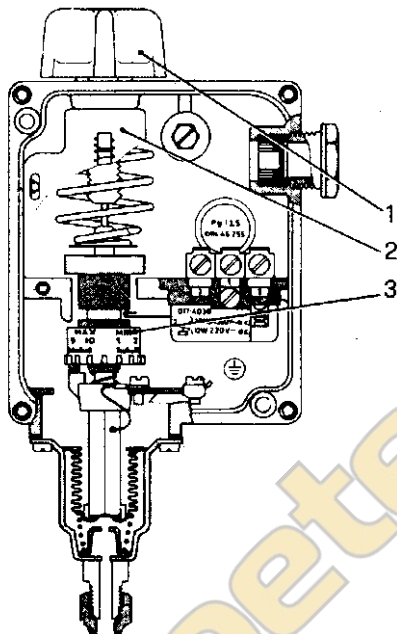
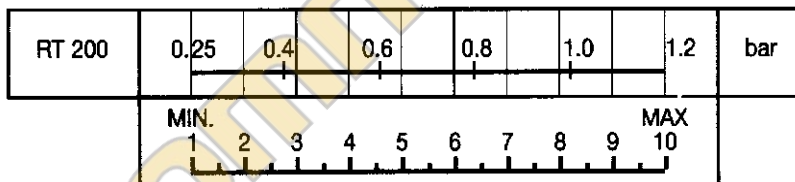

Рис. 4
Рис. 5
#### 2.1.2 Рабочее реле давления (Рис. 4)
Этот прибор контролирует давление генератора и поддерживает его между фиксированными максимальными и минимальными значениями. Далее приводятся инструкции по калибровке модели DANFOSS RT 200 с диапазоном 2-6 бар (см. Рис. 5). В случае применения других моделей реле давления необходимо проконсультироваться со специальной документацией, идущей вместе с реле давлениями.
**Калибровка реле давления (Рис. 4):**
- а) Вращайте ручку регулятора (1) до тех пор, пока указатель шкалы (2) не достигнет значения давления, с которого начнет работать горелка;
- б) Снимите крышку реле давления и поставьте барабан (3) на выбранном значении для дифференциала (горелка остановлена) на основе диаграммы на Рис. 5; дифференциал достигает значения, указанного в пункте а).
Для этих генераторов используется модель DANFOSS RT 200, шкала калибровки 0,2-6 бар (см. Рис. 4).